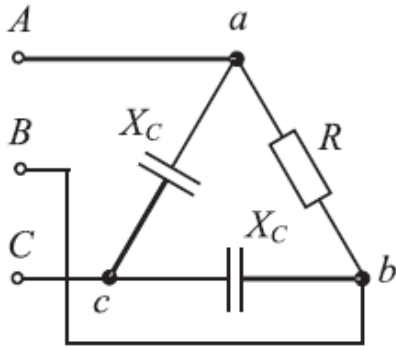

Рис. 9.18
**ЗАДАЧА 9.25.** В цепи (рис. 9.18)  $U_{\text{л}} = 220\ \text{В}$ ,  $R = X_C = 100\ \text{Ом}$ . Определить линейные токи и построить векторную диаграмму.
**ЗАДАЧА 9.27.** В цепи (см. рис. 9.18)  $U_{\text{л}} = 220 \text{ В}$ ,  $R = X_C = 100 \text{ Ом}$ . Определить линейные токи: а) при обрыве в фазе  $ca$ ; б) при обрыве линейного провода  $Cc$ .